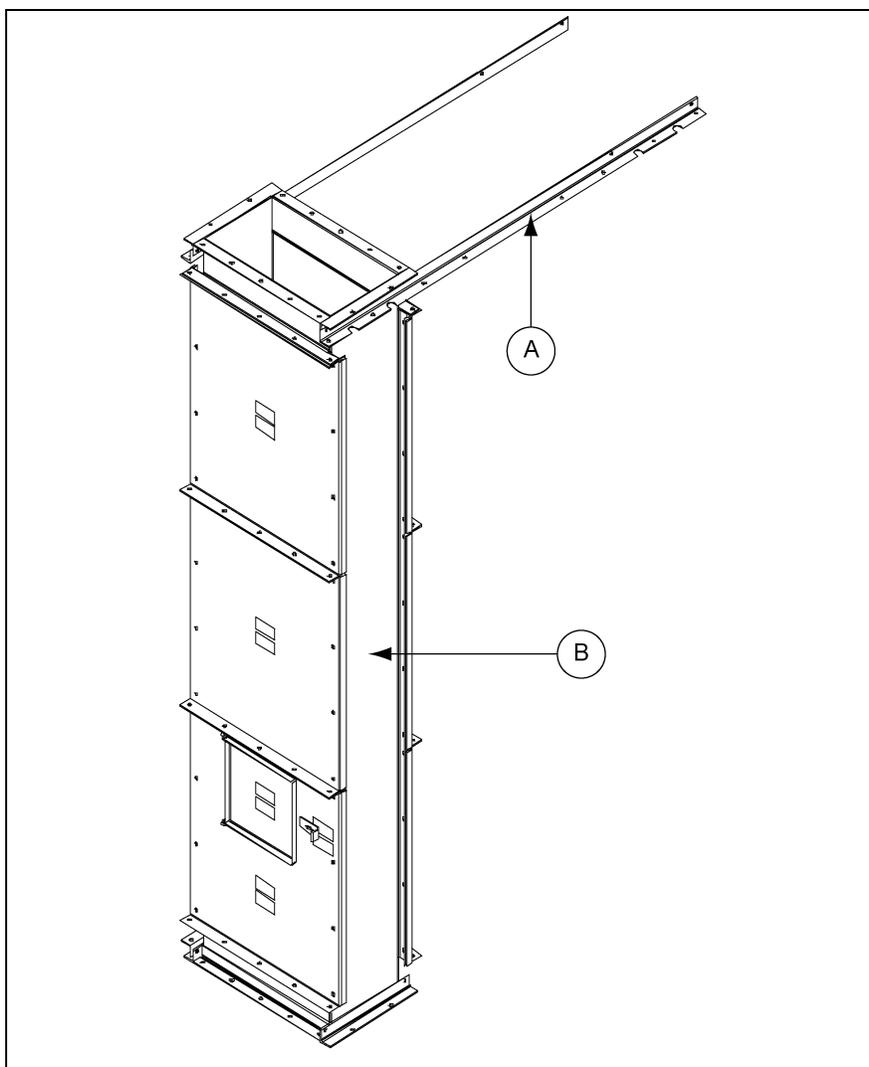

Рисунок 6В Сервисное отделение
ПРИМЕЧАНИЕ: Вместе с сервисным отделением Вы получите крепежные детали и два (2) стягивающих уголка. В комплект узлов, содержащих шкивы диаметром 42" и более, будут включены поперечные стяжки для стоек. (См. рисунок 6В ниже и рис. 7А на стр. 25).